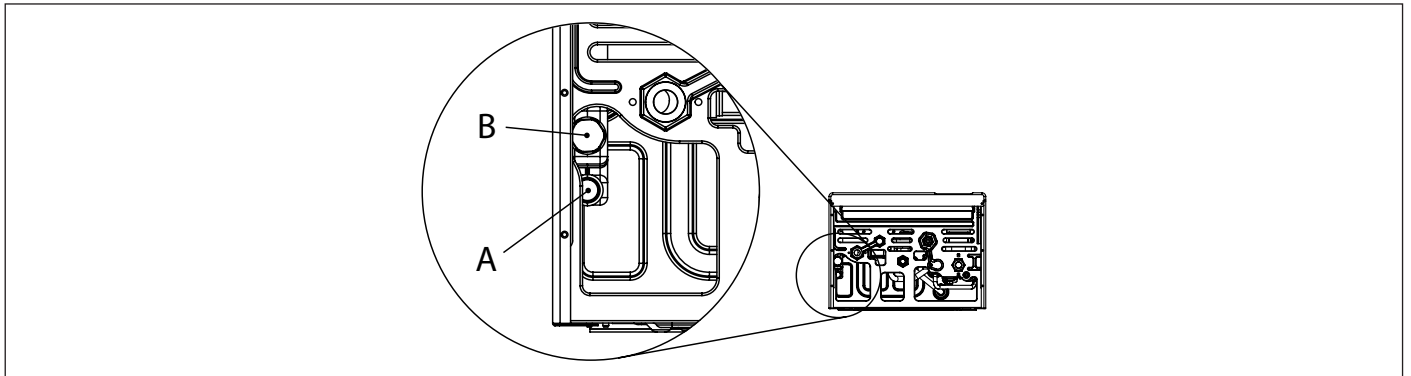

Fig. 18 Scarico condensa
Il sistema di scarico della condensa deve essere collegato all'apposito collegamento (A) predisposto in caldaia (vedi Fig. 18 Scarico condensa). È assolutamente vietato collegare il sistema di scarico della condensa nel punto di ispezione del sifone (B).